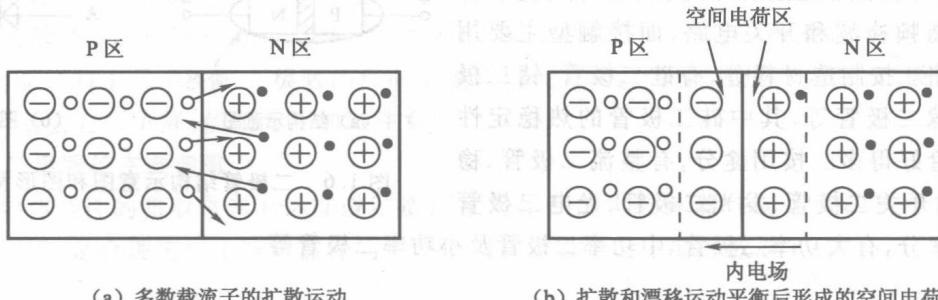

图 1.3 PN 结的形成过程
(1) PN 结的形成。如图 1.3(a) 所示, 左边为 P 区, 右边为 N 区。由于 P 区中的空穴浓度很大, 而 N 区中的电子浓度很大, 形成了两边的两种载流子的浓度差。这时 P 区的空穴会向 N 区运动, 而 N 区的电子会向 P 区运动, 这种因浓度差引起的运动称为扩散运动。扩散到 P 区的电子会与空穴复合而消失, 同样扩散到 N 区的空穴也会与电子复合而消失。复合的结果是在交界处两侧出现了不能移动的正负两种杂质离子组成的空间电荷区, 这个空间电荷区称为 PN 结, 如图 1.3(b) 所示。在交界处左侧出现了负离子区, 在右侧出现了正离子区, 形成了一个由 N 区指向 P 区的内电场。随着扩散的进行, 空间电荷区越来越宽, 内电场也越来越强。但不会无限制地加宽加强。内电场的产生对 P 区和 N 区中的多数载流子的相互扩散运动起阻碍作用。同时, 在内电场的作用下 P 区中的少数载流子——电子, N 区中的少数载流子——空穴则会越过交界面向对方区域运动, 这种在内电场的作用下少数载流子的运动称为漂移运动。漂移运动使空间电荷区重新变窄, 削弱了内电场强度。多数载流子的扩散运动和少数载流子的漂移运动最终达到动态平衡, PN 结的宽度一定。由于空间电荷区内没有载流子, 所以又把空间电荷区称为耗尽层。